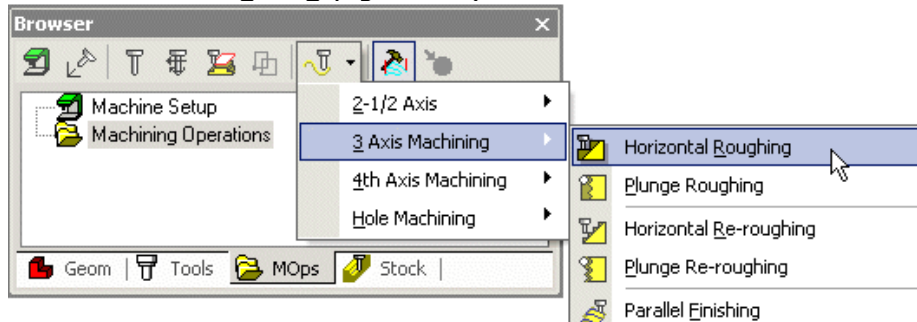

Figura 10. Inserarea operației necesare
3. Se selectează din linia de meniu **3-Axis Milling / Horizontal Roughing**, sau se execută click pe pictograma **Machining** a ferestrei **Browser** și apoi, se optează pentru **3 Axis Machining / Horizontal Roughing** (figura 10.).